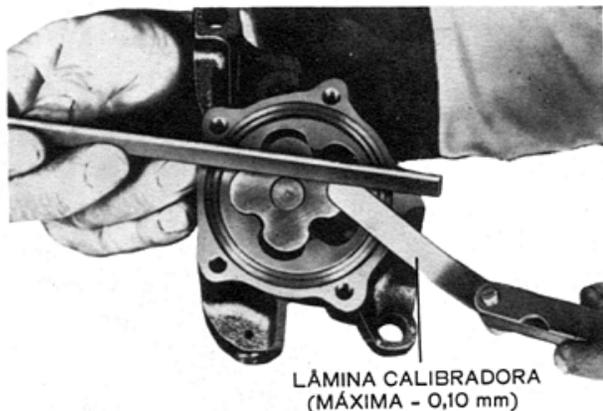

Fig. 46 — Medição da folga longitudinal dos rotores
- Instalar o rotor interno no corpo da bomba e colocar uma régua sobre a superfície da bomba (fig.46). Em seguida, medir a folga entre o rotor e a régua com um cálibre de laminas. Se a folga fôr maior do que 0,10 mm, substituir o corpo da bomba.